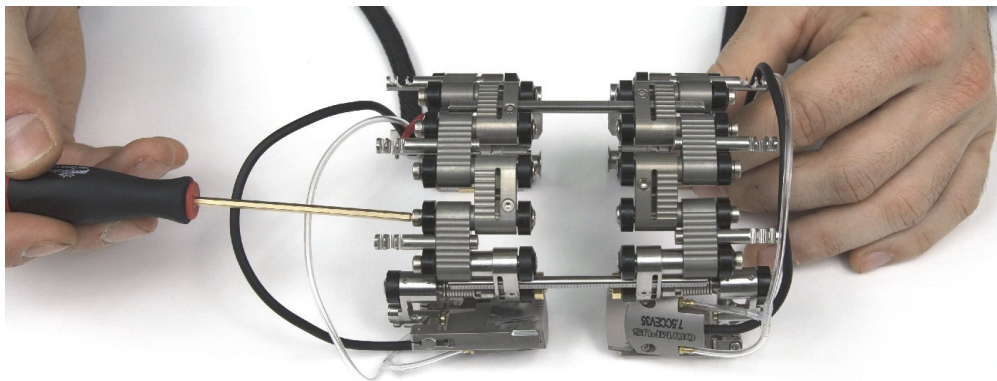

Рис. 2-19 Ослабление винтов звеньев
2. Ослабьте на один оборот осевые винты ответных звеньев и, если необходимо, дуговых и средних звеньев (см. Рис. 2-19 на стр. 47).